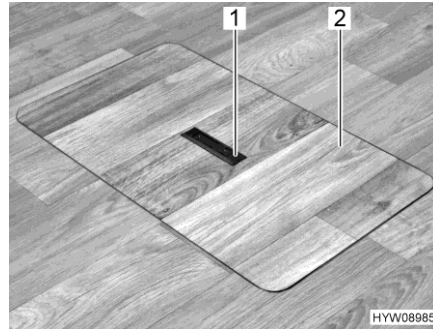
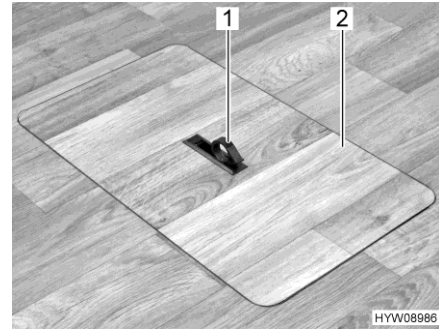

Fig. 44 Couvercle compartiment de rangement sous le plancher (poignée encastrée)
Fig. 45 Couvercle compartiment de rangement sous le plancher (poignée pivotée vers l'extérieur)
- Pousser la plaque de la poignée (Fig. 44,1) vers le bas d'un côté. La poignée (Fig. 45,1) pivote vers le haut.
- Retirer le couvercle (Fig. 45,2) par le haut.
- Mettre le couvercle (Fig. 45,2) en place dans le cadre découpé dans le plancher.